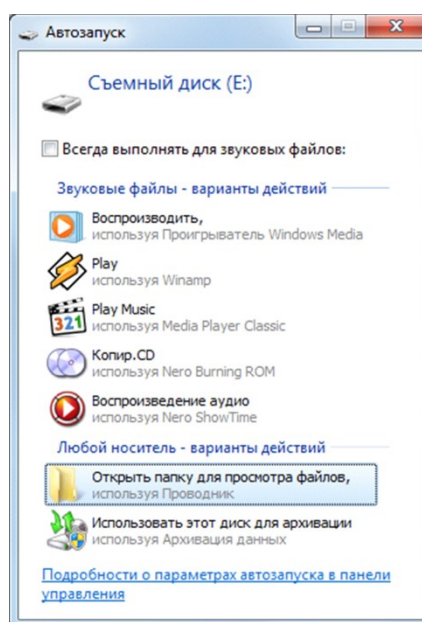

Рис. 9.4. Окно *Автозапуск*
3. Нажмите и удерживайте тампер контроллера (см. приложения 1 и 2), после чего нажмите и отпустите кнопку рестарта (Reset). В результате контроллер перезапустится в режиме накопителя данных (Mass Storage) и будет представлен в компьютере как съемный диск. В области уведомлений ОС Windows (в правом нижнем углу экрана) появится значок съемного устройства, и откроется окно *Автозапуск* (рис. 9.4). После этого тампер можно отпустить.